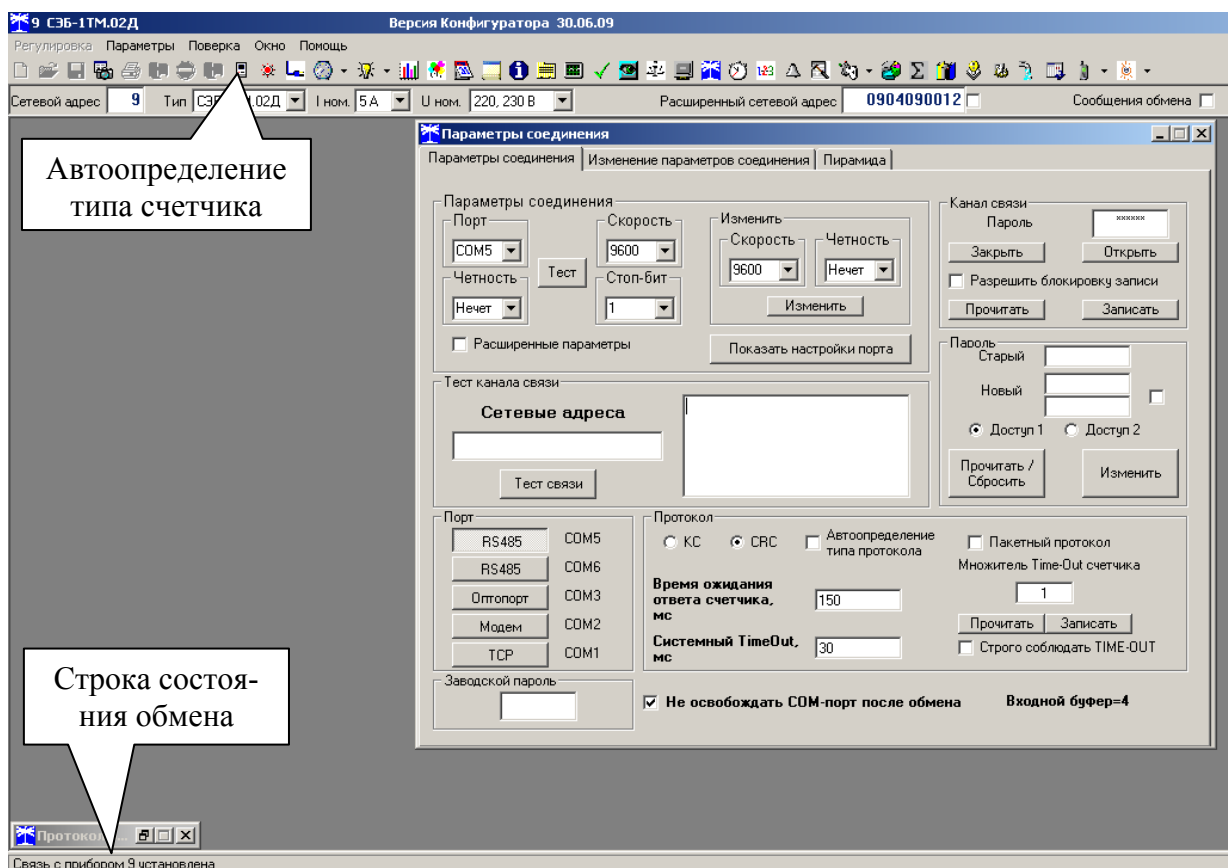

Рисунок 1 - Генеральная форма программы «Конфигуратор СЭТ-4ТМ»
7.2 Форма «Параметры и установки» может быть вызвана из меню «Параметры», или нажатием кнопки «Автоопределение типа счётчика» на панели инструментов генеральной формы (рисунок 1). При этом определяется тип счётчика, заполняются информационные окна «Тип счётчика», «Iном», «Uном» генеральной формы и вызывается форма «Параметры и установки», вид которой приведен на рисунке 2.